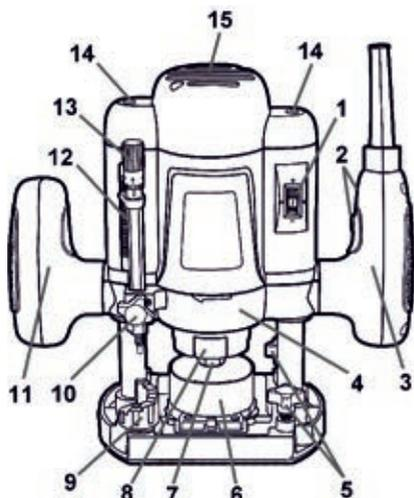

Рисунок 1
3.4.2 Включение и выключение изделия осуществляется клавишей выключателя 2 (рисунок 1).
3.4.3 Фреза в цанговом патроне 7 (рисунок 1) закреплена на валу электропривода.
3.4.4 Механизм регулировки глубины фрезерования ограничивает глубину погружения фрезы в обрабатываемой заготовке. Контроль глубины фрезерования осуществляется по шкалам элементов 12 и 13 (рисунок 1) механизма. Максимальная величина перемещения
3.4.5 На опорной платформе установлен 7-ступенчатый упор 9 (рисунок 1) с опорными площадками, служащими для ограничения глубины фрезерования. 7-ступенчатый упор имеет возможность поворота относительно своей оси, что позволяет быстро производить изменение глубины фрезерования на 3 мм для каждого шага.
3.4.7 Скорость вращения шпинделя регулируется колёсиком регулятора выбора скорости вращения 1 (рисунок 1).
Перевести ограничитель глубины фрезерования 12 (рисунок 1) в положение для максимальной глубины фрезерования.
Во время настройки глубины погружения фрезы следует помнить, что в процессе работы требуемая глубина фрезерования достигается при помощи ее постоянного увеличения. Изделие оснащено 7-ступенчатым поворотным упором-ограничителем 9 (рисунок 1), который позволяет постепенно увеличивать глубину погружения фрезы, не настраивая ее при этом, описанным выше способом: сначала фрезеровка производится на минимальной глубине (первое положение с высокой площадкой), а затем доходят до последнего (седьмого) положения. При каждом повороте ограничителя глубина погружения фрезы увеличивается на 3 мм.
Регулировку частоты вращения проводят при помощи колёсика регулятора скорости вращения шпинделя 1 (рисунок 1) на корпусе изделия.
5.2.4 Плавно подведите режущий инструмент (фрезу) к поверхности обрабатываемого материала, пока ограничитель глубины фрезерования 12 (рисунок 1) не коснется нижней ступеньки 7-ступенчатого упора 9 (рисунок 1).